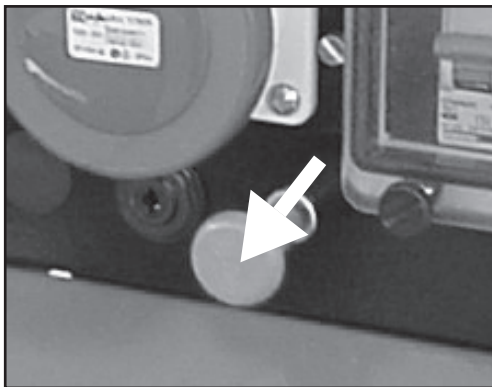

Fig. 8
- 3) Versione P9000 – WP230: Tirare il pomello posto sul pannello comandi (vedi fig.8); attendere il completo spegnimento del motore; riportare la chiave sulla posizione "OFF".